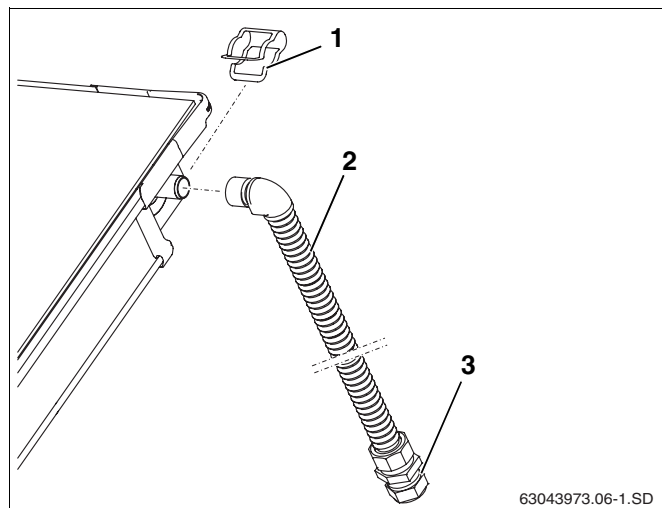

Fig. 34 Montage de la conduite de départ (sans purgeur sur le toit)
- Insérer le tube de raccordement (1000 mm, fig. 34, **pos. 2**) sur le raccordement de départ du champ de capteur et fixer à l'aide d'une agrafe (fig. 34, **pos. 1**).
- Raccorder le tube collecteur au raccord-union par serrage (fig. 34, **pos. 3**).